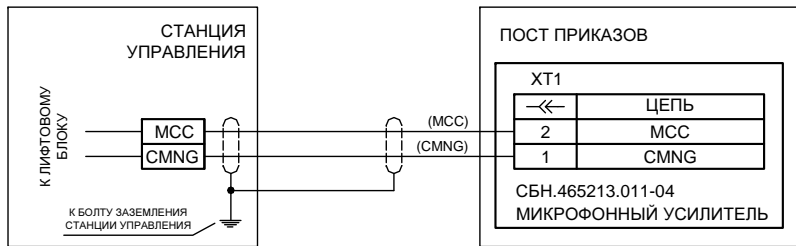

Рисунок 3
3.1.1. Подключить разъем ХТ1 микрофонного усилителя к лифтовому блоку согласно схеме подключения приведенной на рис.3 Приложения А или схеме подключения лифтового блока.